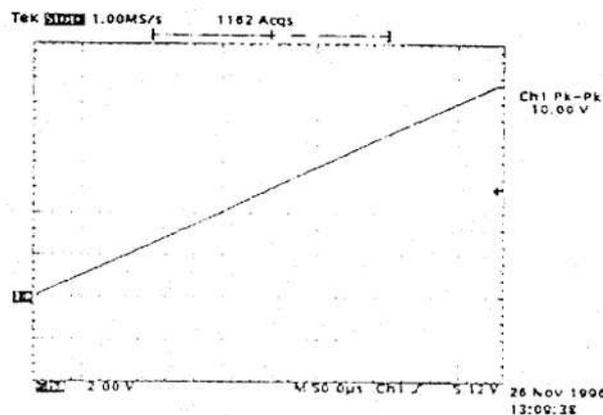

fig.2
- 5 - Visualizzare ora sull'oscilloscopio solamente la rampa di salita del segnale su tutti e 10 i quadretti dello schermo (fig.2).